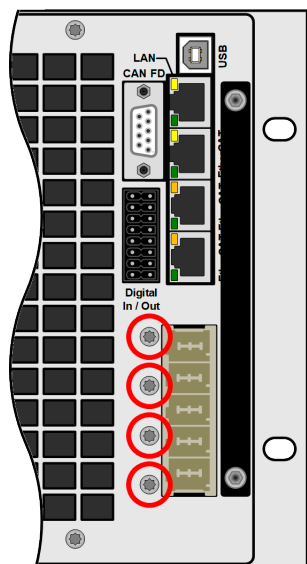

Bild 11 - Temporär zu entfernende Schrauben
1. Neben der AC-Buchse die vier Schrauben lösen, wie im *Bild 11* markiert.